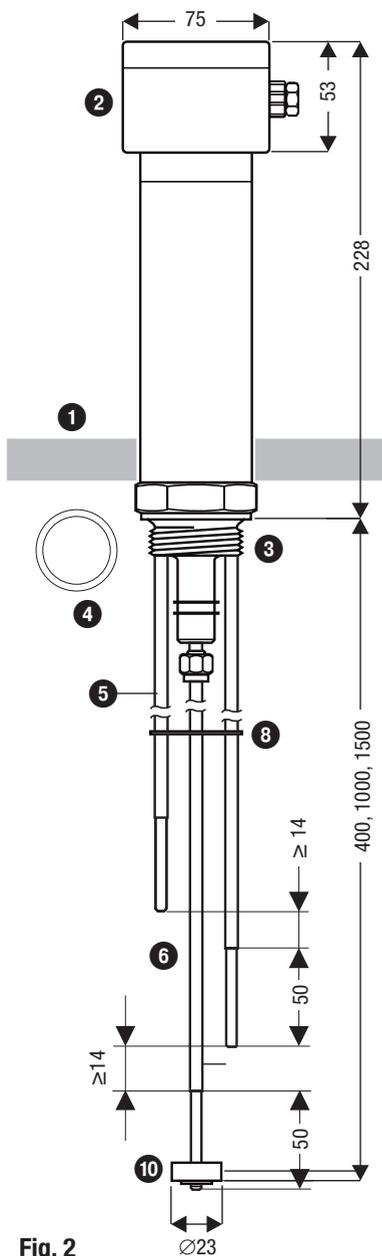
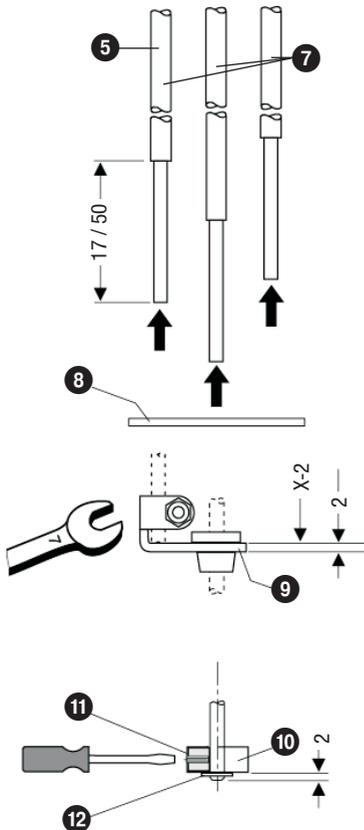

Fig. 2
Fig. 4
Fig. 2: Las dimensiones son para uso en agua con una conductividad **superior a 10 µS/cm** o para una longitud de medición **inferior a 1000 mm**. No se requiere la ampliación del área de medición ⑨.
5. Quitar el aislamiento de PTFE de las varillas de electrodos en el extremo inferior 50 mm **Fig. 2** o 17 mm **Fig. 3, Fig. 4**
6. En el cabezal conexión hay una bolsa de plástico con tornillos, arandelas distanciadoras y ampliaciones del área de medición. ②.
7. Deslizar la arandela distanciadora ⑧ sobre las varillas de electrodos y distribuir las de forma homogéneas sobre las distancias de medición. **Fig. 4**
9. Fijar la ampliación del área de medición ⑨ (solo necesaria con la **Fig. 3**) en cada varilla exterior del electrodo. **Fig. 4**
10. Deslizar la ampliación del área de medición ⑩ sobre la varilla central del electrodo y fijarla con el tornillo prisionero ⑪.
11. Deslizar la arandela de seguridad en la ⑫ varilla central del electrodo.